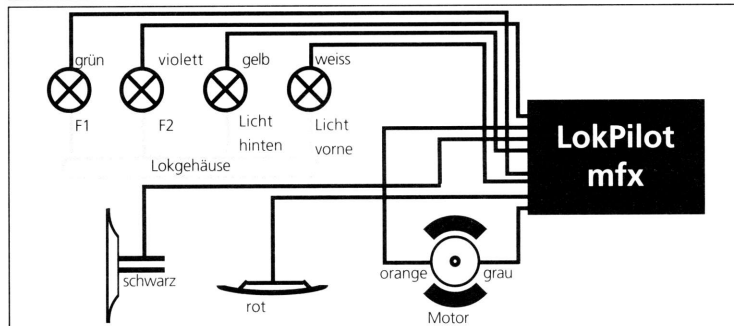

Abb. 3: Anschluss des LokPilot mfx in Loks mit Sonderfunktionen gegen Gehäusemasse verschaltet
b) Die Lampen/Funktionen sind gemeinsam gegen die Lokmasse geschaltet (z.B. fast alle Märklin®-Lokomotiven sowie ältere Fleischmann- oder Roco-Loks). Diesen Fall zeigt **Abb. 3**.
Loks, die nach Abb. 3 verschaltet werden, benötigen nach wie vor einen analogen Raucheinsatz.